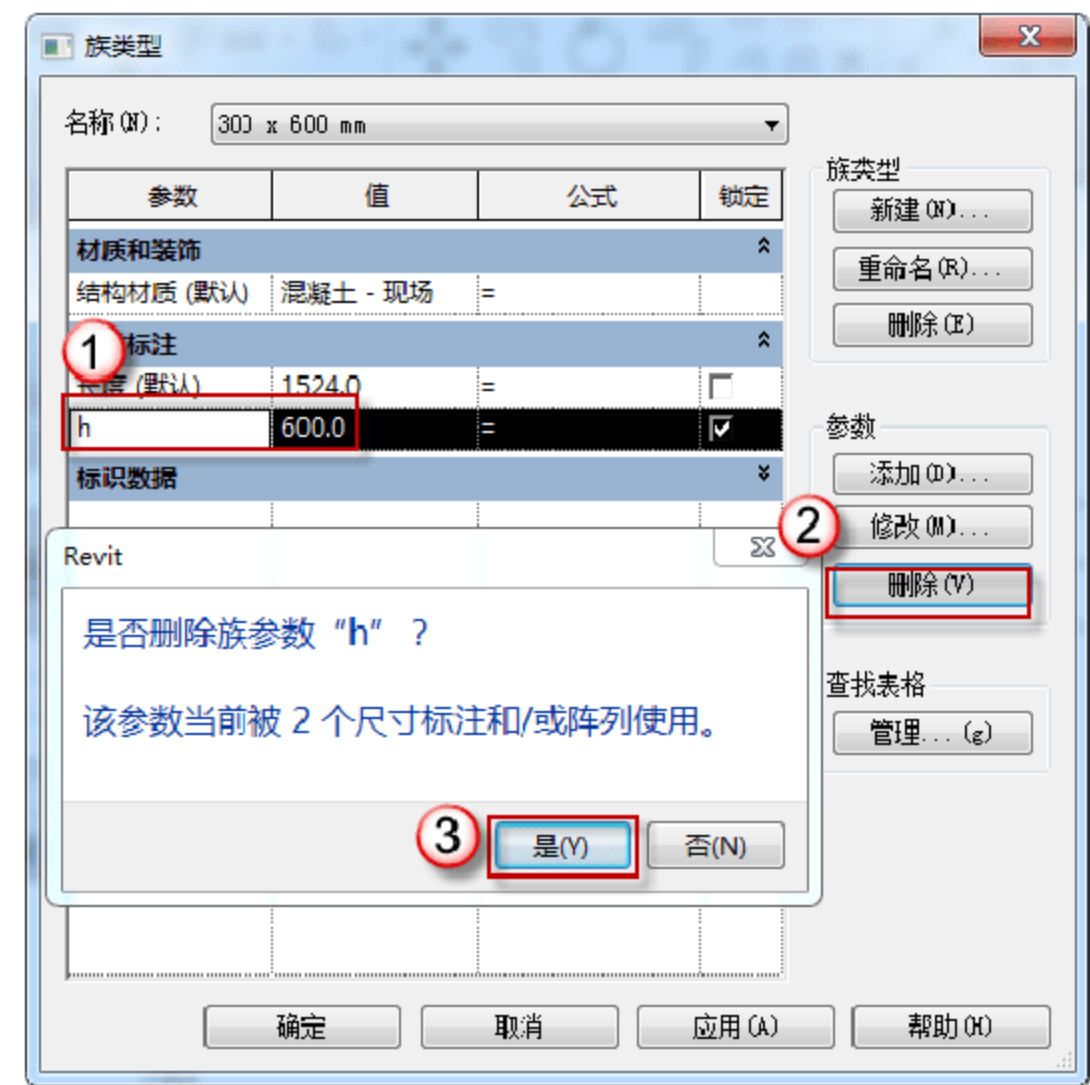

图 12.1.3 删除参数 h
(3) 删除参数 h。在返回的“族类型”对话框中选择 h，单击“删除”按钮，在弹出的对话框中，单击“是”按钮，如图 12.1.3 所示。